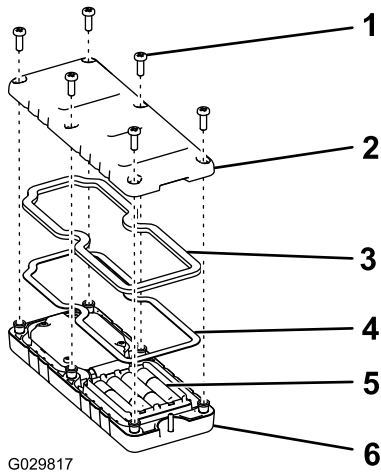

图 40
- 放回后盖并用先前卸下的 6 个螺丝固定图 40 上紧螺丝扭矩至 1.51.7N·m。
- 从遥控器后面卸下 6 个螺钉然后取下后盖图 40。